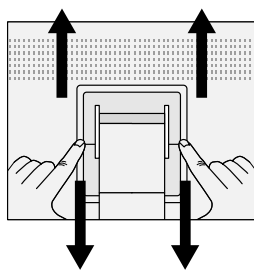

Figura S.2
3. Con il dito indice premere la zona contrassegnata con „▼“ e contemporaneamente far scivolare la copertura inferiore del supporto. (**Figura S.2**).